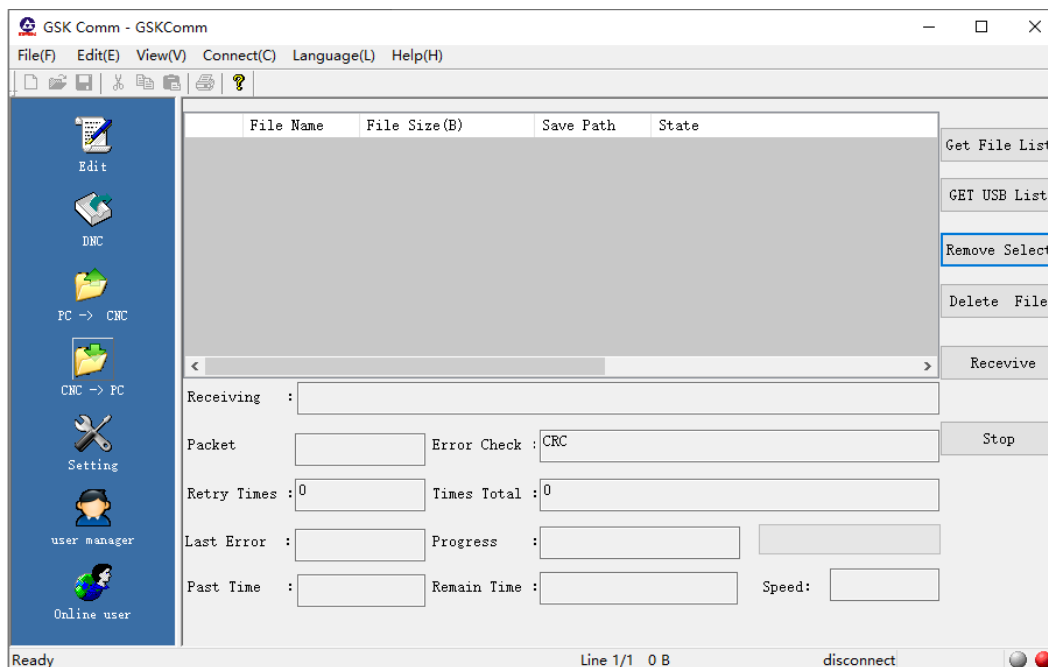

Figura 11-3-2-5
1. Haga clic en el botón **CNC → PC** en el software de comunicación GSK Comm para entrar en la página de recibir archivos, como se muestra en la figura 11-3-2-5.
2. Haga clic en el botón **Get File List** para obtener la lista de archivos CNC, como se muestra en la figura 11-3-2-6.